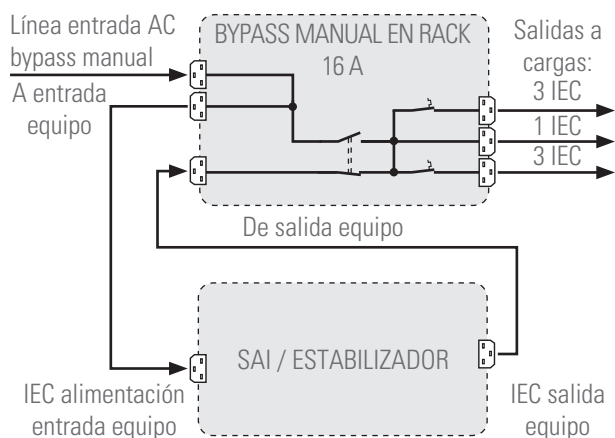

Fig. 3. Conexión entre SAI y bypass de 3 kVA.
- Correlacionalmente a las Fig. 1 y 2 se pueden observar los esquemas de bloques de ambas en las ilustraciones de las Fig. 3 y 4.